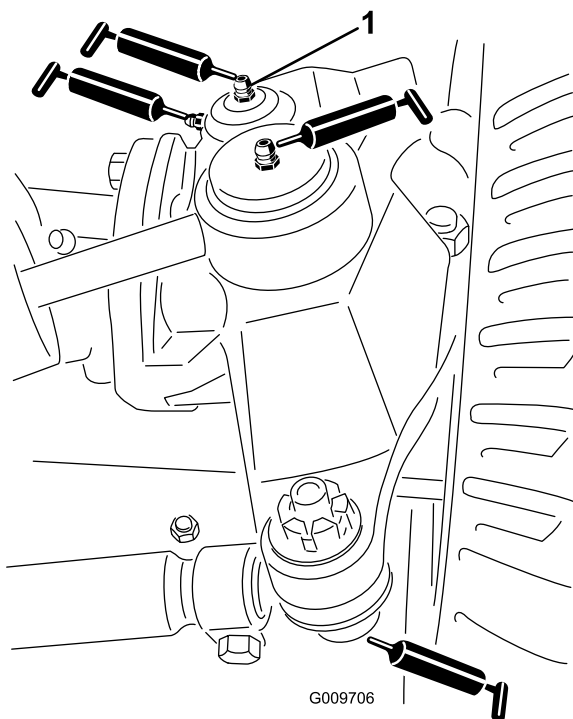

Figure 21
- Rotules de vérin de direction (2) (Figure 21)
- Rotules de biellettes (2) (Figure 21)
- Bagues de pivots de fusées (2) (Figure 21). **Le graisseur supérieur du pivot de fusée ne doit être lubrifié qu'une fois par an (2 injections de graisse).**